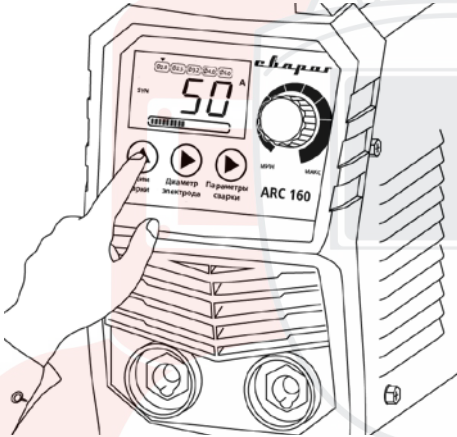
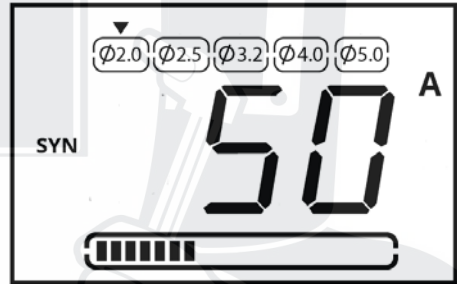

Рис. 9.5. Выбор способа сварки.
Рис. 9.6. Пример режим Synergy.
1. Перейдите в режим Synergy для MMA сварки на передней панели сварочного аппарата (См. рис. 9.5). Загорится индикатор SYN (См. рис. 9.6).